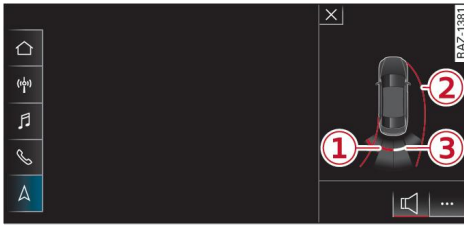

Fig. 122 Pantalla central: Indicación de distancia
Los segmentos rojos ❶ ⇒ *pág. 181, fig. 122* representan obstáculos detectados en la dirección de marcha. Cuanto más se acerca a un obstáculo, tanto más se aproximan los segmentos al vehículo. A más tardar cuando se indica el penúltimo segmento, se ha llegado a la zona de colisión. ¡No siga hacia atrás!
- Pulse en en la pantalla central cuando se muestre la indicación óptica sobre la distancia ⇒ *pág. 181, fig. 122*.